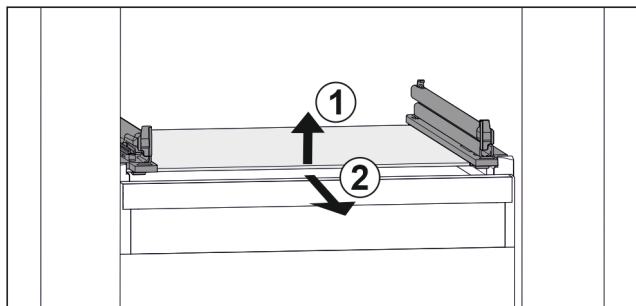

Fig. 52 Примерное отображение стеклянной пластины
- ▶ Приподнимите стеклянную пластину спереди. Fig. 52 (1)
- ▶ Извлеките стеклянную пластину движением вперед. Fig. 52 (2)